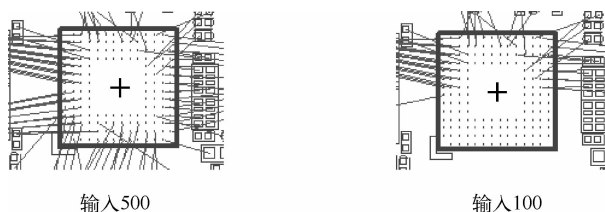

图 10-4 设置飞线数目
- “Max rband count”：当放置、移动元件时允许显示的网格飞线数目。当移动零件时，零件的引脚数大于这个值时，就不显示连到该零件引脚上的网络，经过引脚的网络还是显示的，如图 10-4 所示。